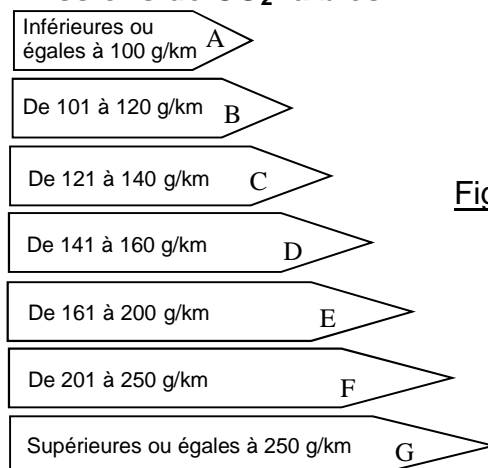

Figure 4
3. Le classement des véhicules en fonction des émissions de CO_2 est présenté dans le tableau ci-dessous (figure 4).